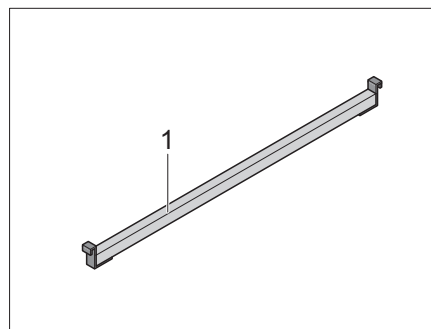
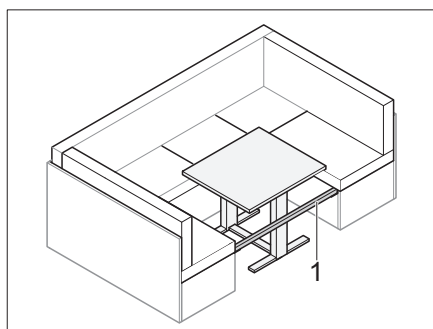

Fig. 62 Listello supplementare
Fig. 63 Listello inserito
- Inserire il listello aggiuntivo (Fig. 62,1) tra i sedili (Fig. 63).